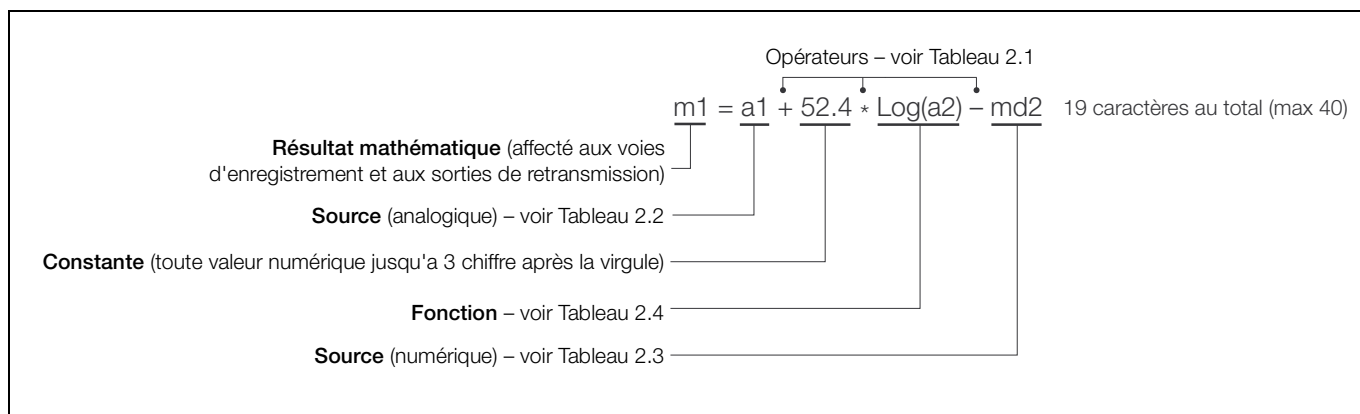

Fig. 2.1 Fonction mathématique type
2.2 Fonction mathématique type – Fig. 2.1
Chaque fonction mathématique comprend un certain nombre de sources, de constantes, d'opérateurs et de fonctions, représentant un maximum de 40 caractères, comme indiqué en Fig. 2.1, page 4.